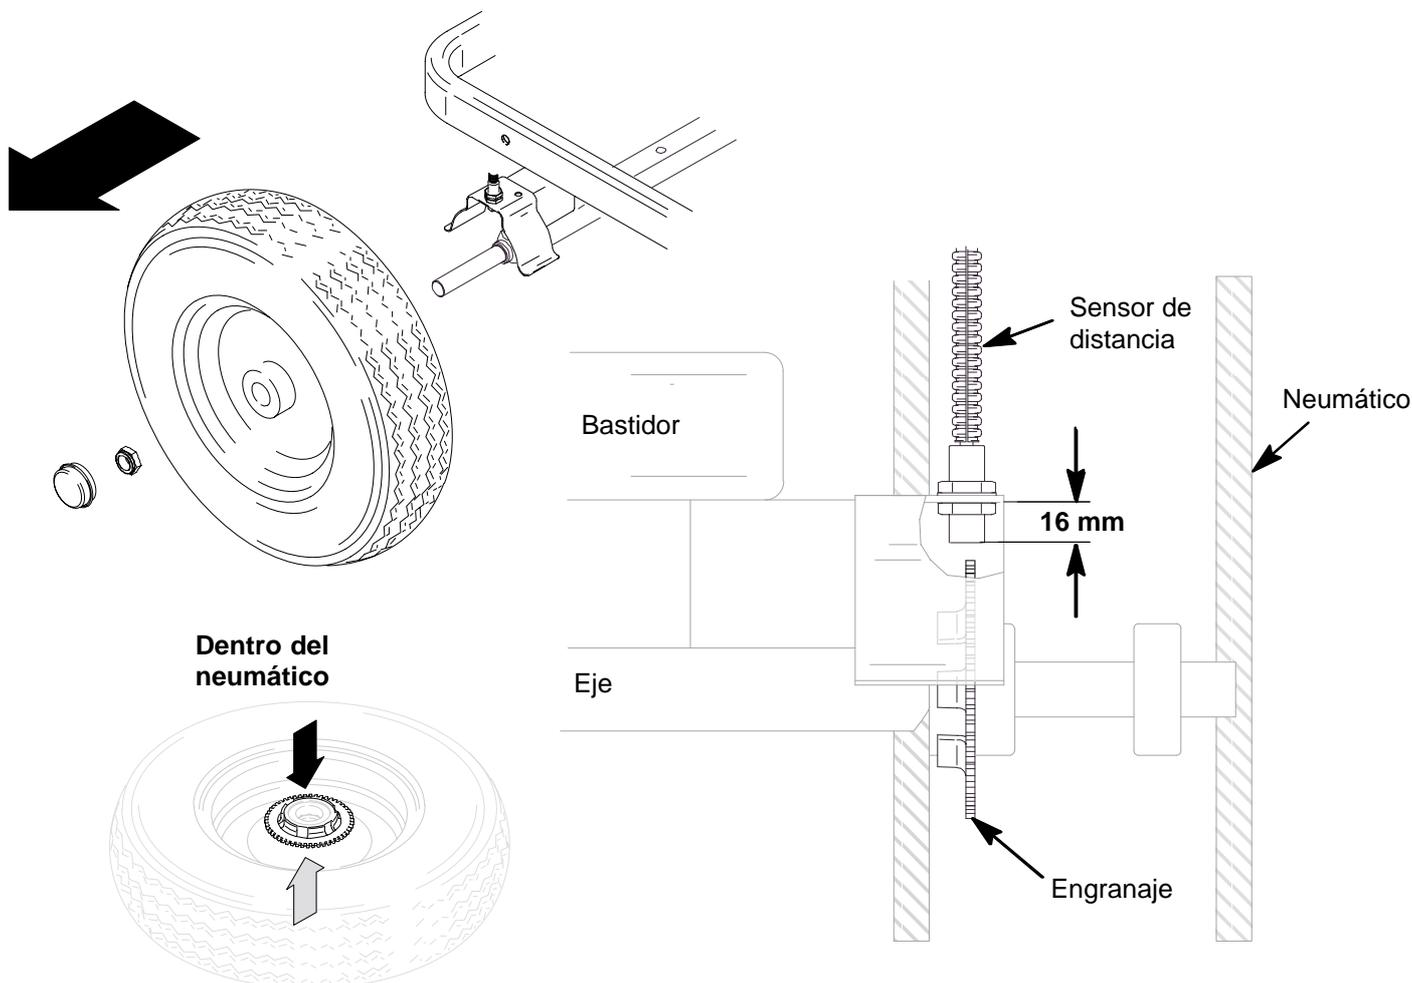

Fig. 15
2. Fig. 15. Retire la tapa antipolvo (74) de la rueda. Retire la tuerca (62).
3. Desmonte la rueda (82) del LineLazer.
4. Alinee el engranaje (57) con el sensor.
5. Instale la rueda (82) en el LineLazer.
6. Instale la tuerca (62) hasta que esté apretada, y después retroceda 1/4 de vuelta. Instale la tapa antipolvo (74) en la rueda.